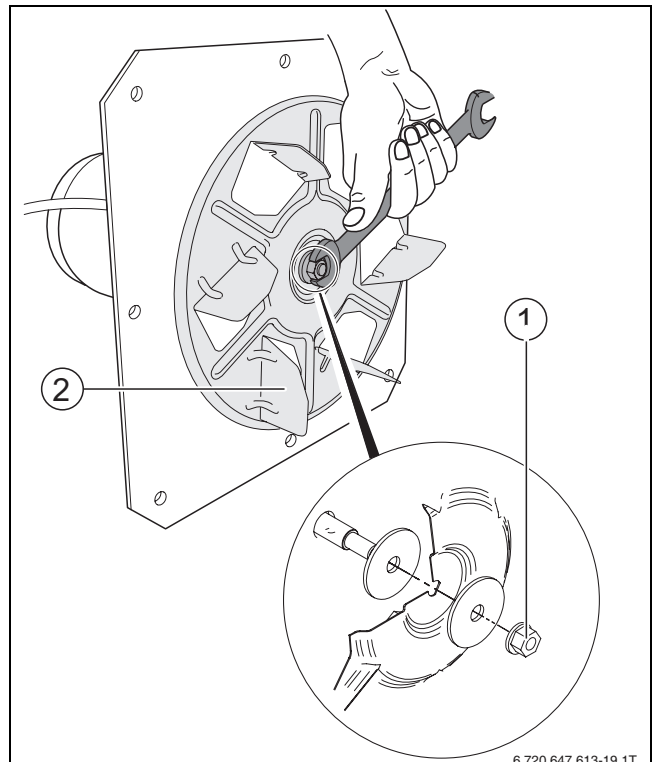

Fig. 25 Verificarea poziției roții cu palete a suflantei
- ▶ Verificați poziția roții cu palete a suflantei (→ Fig. 25, [2] și strângeți eventual piulița centrală (**filet stânga**) (→ Fig. 25, [1]) cu o cheie tip furcă de 10 mm. Pentru a o strânge roțiți piulița centrală spre stânga.